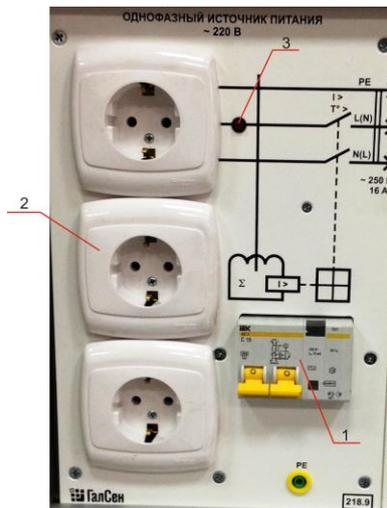
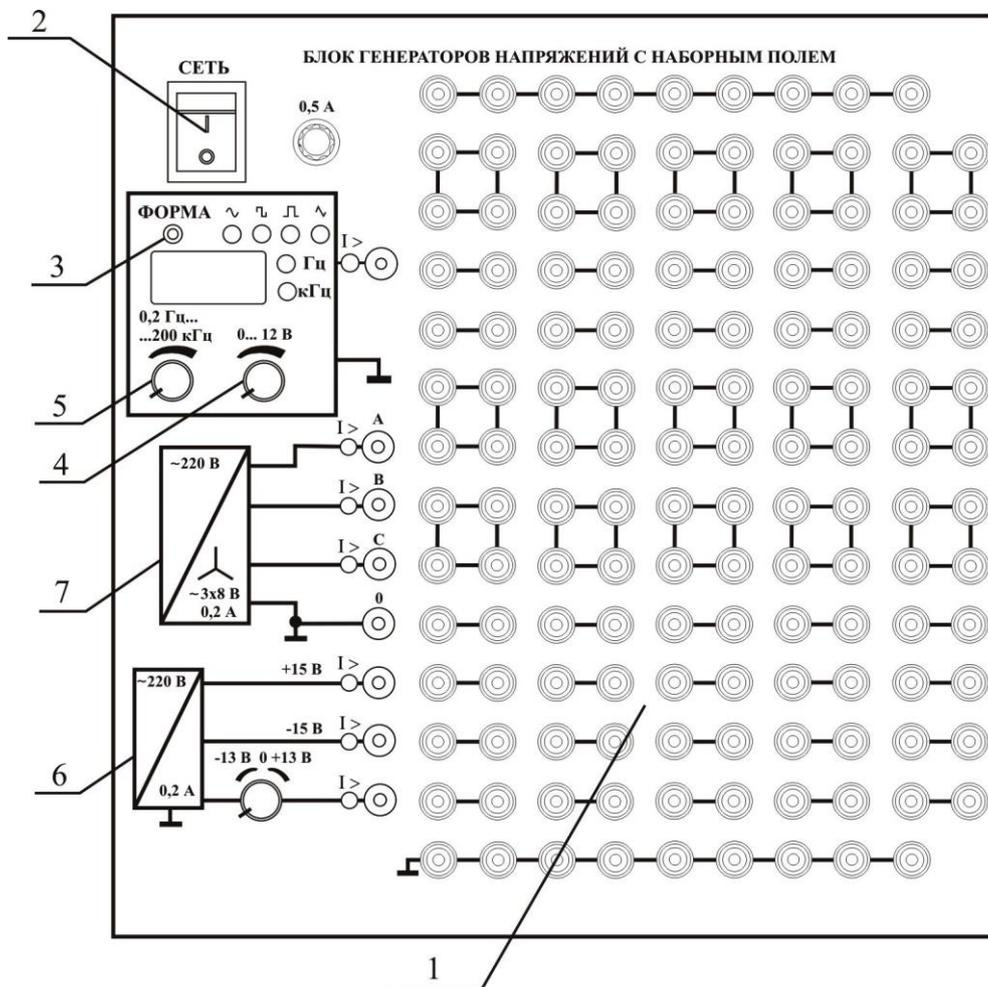
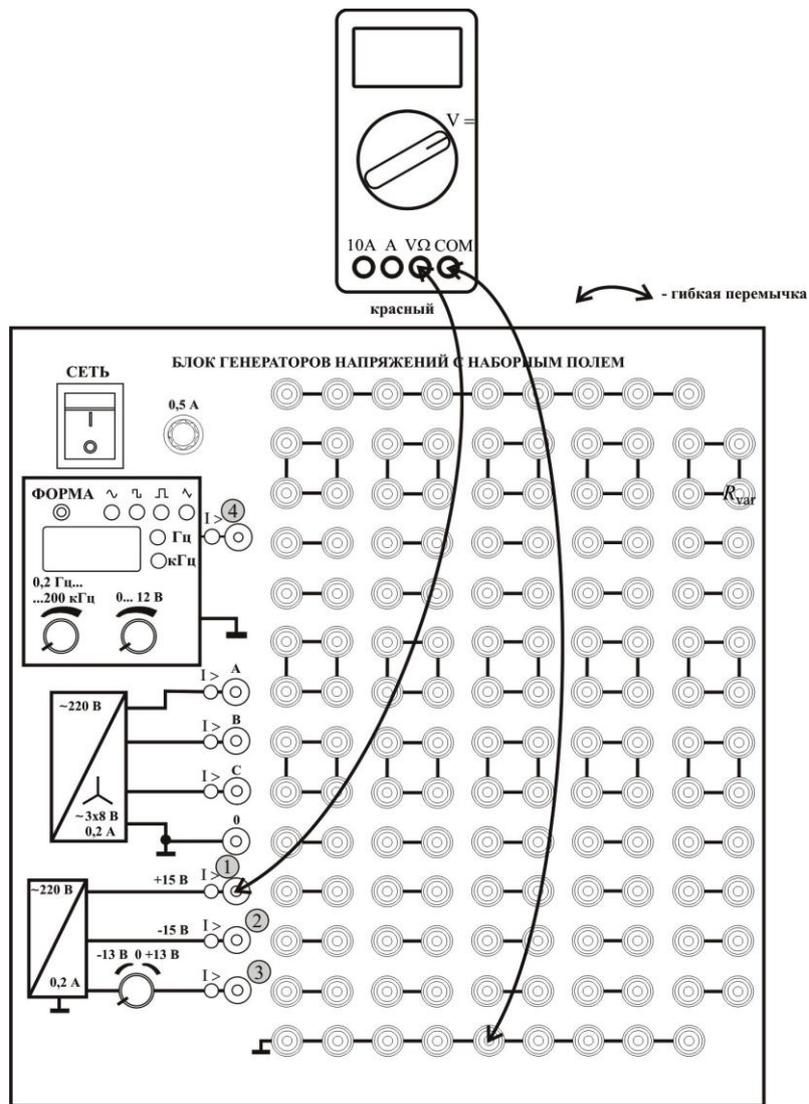

Рис. 2. Однофазный источник питания:
Рис. 3. Блок генераторов с наборным полем:
Рис. 14. Измерение напряжений источника питания мультиметром.
Однофазный источник (рис. 2) питается от трёхпроводной однофазной сети (фаза, ноль и земля). В нём смонтированы устройство защитного отключения (УЗО) и автомат для защиты от перегрузки по току (1), блок розеток (2) для подключения внешних измерительных приборов и осциллографа. При включенном выключателе (1) горит индикатор (3).
Блок генераторов с наборным полем (рис.3), предназначен для формирования однофазных сигналов различной формы, регулируемых по амплитуде и частоте, формирования трёхфазного напряжения и постоянных напряжений для питания исследуемых схем.
Включите однофазный источник (рис. 2), сетевой тумблер блока генераторов (рис. 3) и сетевые тумблеры мультиметров. Выберите любой из четырех мультиметров, поворотным переключателем установите режим измерения постоянного напряжения $V=$ и диапазон измерения 20 В (рис. 14).